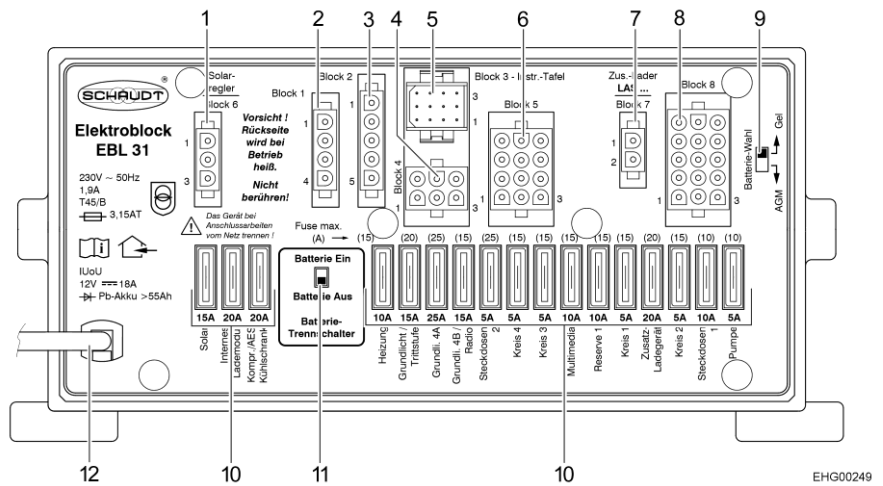

Fig. 41 Centralina elettrica (EBL 31)
- ▷ Utenze come caricabatteria, regolatore di carica del pannello solare, pannello di controllo o utenze simili, assorbono corrente dalla batteria, anche se l'interruttore principale a 12 V del pannello di controllo (Fig. 42,6) è disinserito. Per questo motivo posizionare l'interruttore staccabatteria (Fig. 41,11) sulla centralina elettrica su "Batterie Aus" (Batteria Off) quando il veicolo non viene utilizzato per lungo tempo.